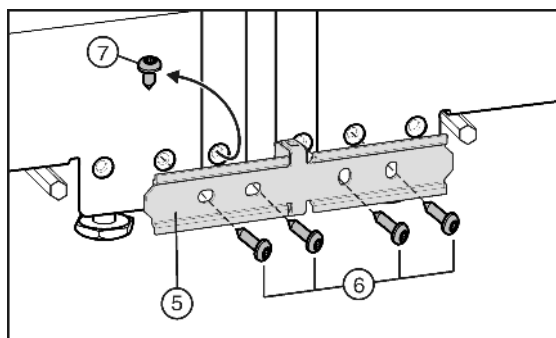

Fig. 6
- ▶ Såfremt Deres apparat er udstyret med den formonterede skrue Fig. 6 (7): Drej skruen ud.
- ▶ Monter forbindelsespladen Fig. 6 (5) løst til et apparat med to skruer Fig. 6 (6).